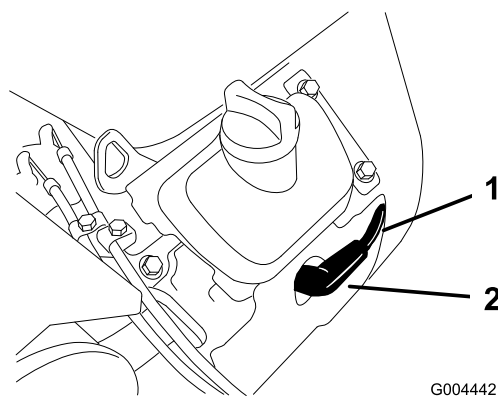

Figura 33
3. Retire el/los cable(s) de la(s) bujía(s) (Figura 33). Ahora limpie alrededor de la(s) bujía(s) para evitar que entre suciedad en el motor, lo que podría dañarlo.
3. Conecte el/los cable(s) a la(s) bujía(s) (Figura 33).